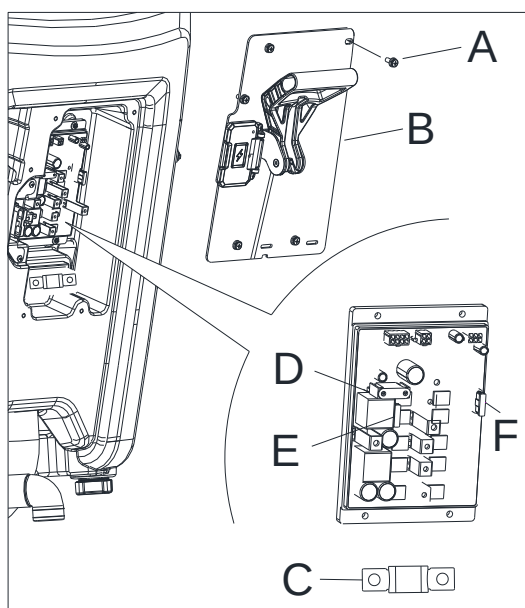

Figura 28
3. Quite los tornillos (A, Figura 28) de la tapa de la caja de control (B).
- a) fusible F1 (D, Figura 28), fusible cepillo (80A)
- b) fusible F2 (E, Figura 28), fusible aspirador (40A)
- c) fusible F3 (F, Figura 28), fusible panel de control (2A)
- d) fusible F4 (C, Figura 28), fusible principal (100A)